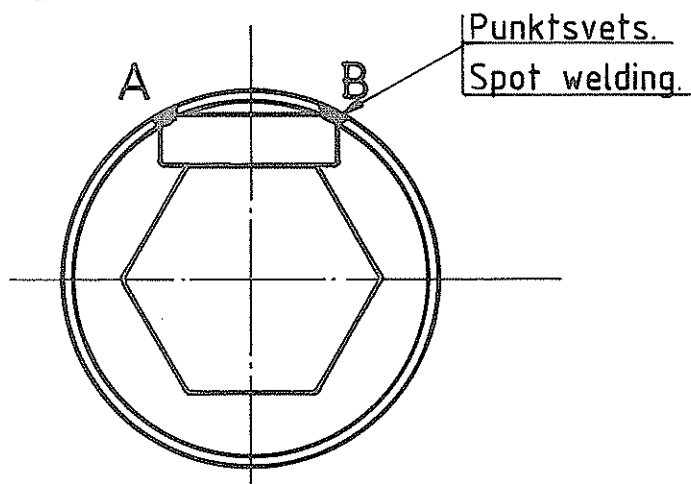

Figure 2.
2. Låspinnen punktsvetsas mot skruvens försänkning vid A och B enligt bild 2.
2. The locking pin is to be spot welded at A and B against the counterbore of the screw see figure 2.